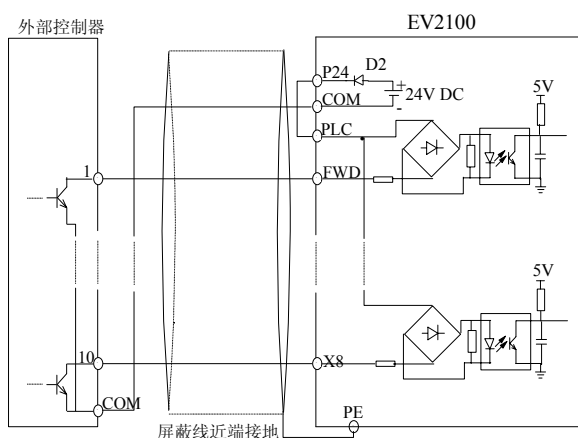

图3-24 使用变频器内部+24V电源的源极连接方式
①使用变频器内部+24V电源，外部控制器为NPN型的共发射极输出的连接方式，如图3-24所示。